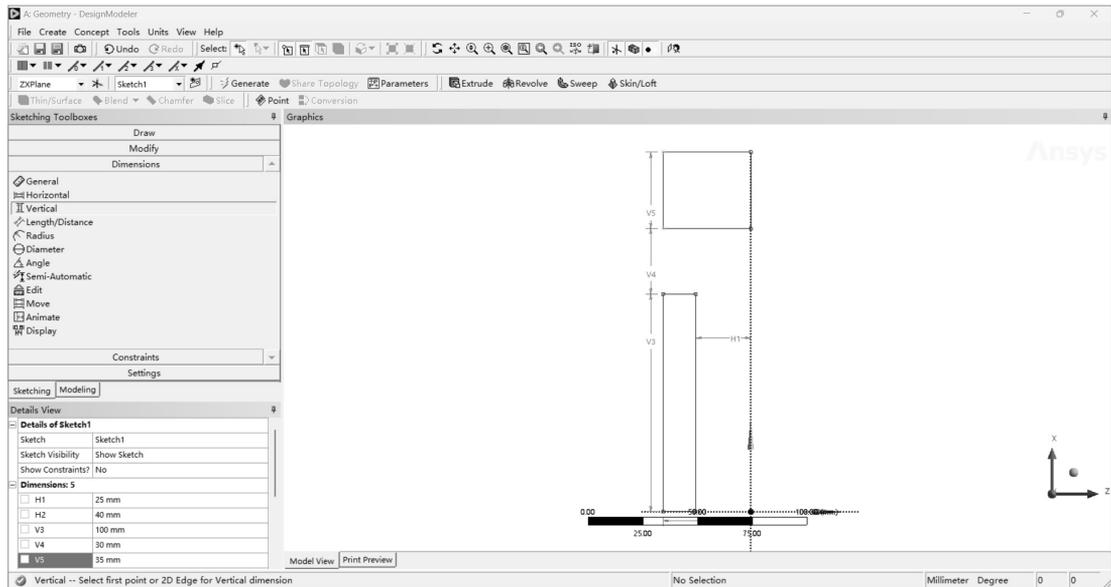

图 2-29 尺寸设置
(7) 单击 Dimensions（尺寸）中的 Horizontal（水平）选项，将下方矩形右侧线到 x 轴的距离设置为 25mm，下方矩形左侧线到 x 轴的距离设置为 40mm。单击 Dimension（尺寸）中的 Vertical（竖直）选项，将下方矩形长设置为 100mm，上方矩形长设置为 35mm，两个矩形之间的距离设置为 30mm，如图 2-29 所示。